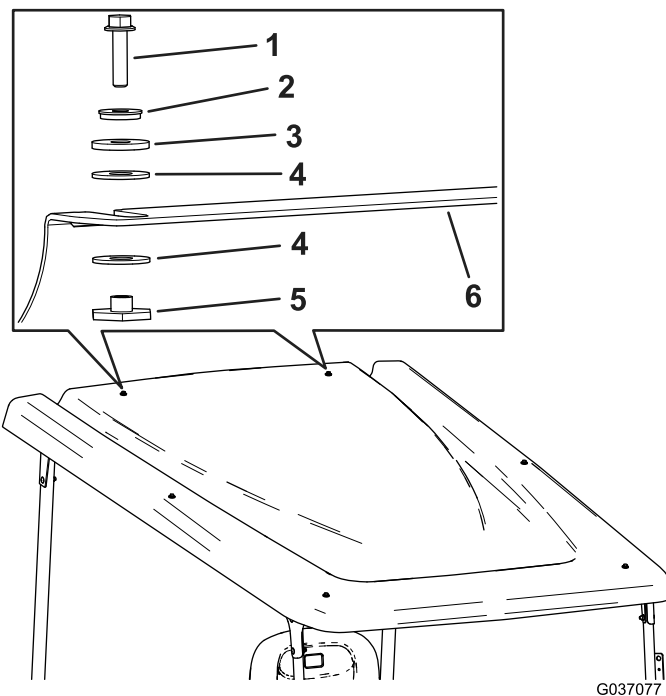

Figura 16
17. Montate il parasole sul collegamento trasversale posteriore utilizzando 2 bulloni esagonali flangiati ($\frac{1}{4}$ " x 1"), 2 rondelle di tenuta, 2 rondelle di frizione, 4 rondelle di plastica e 2 boccole flangiate (Figura 16).